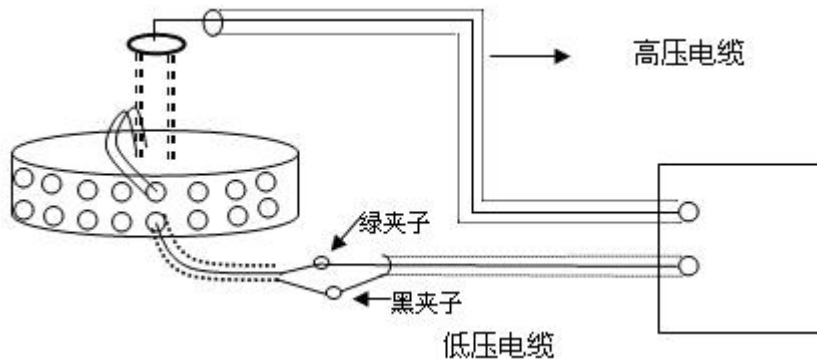
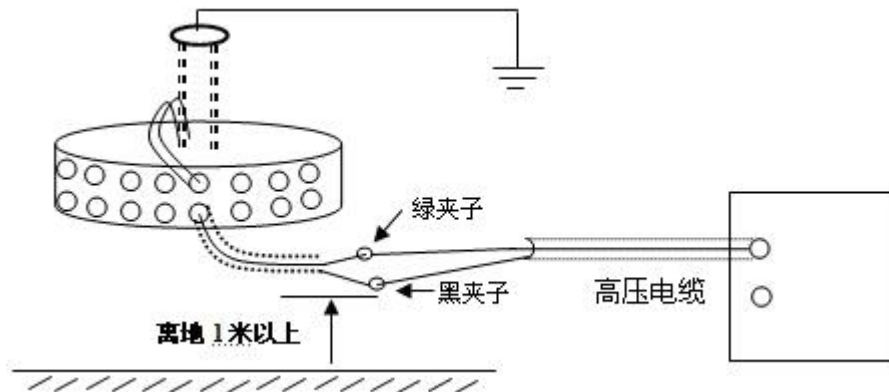

图6 标准电容正接线 BR26 或标准介损器 DB-100 等（非接地试品）接线法
图 7 标准电容器 BR26 或标准介损器 DB-100 等反接线（接地试品）接线法
3. 测量标准电容 BR26 或标准介损器 DB-100 等，见图 6 和图 7 所示：